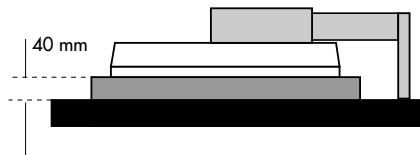

Figure S.1
3. Placez le moniteur la face vers le bas sur une surface non abrasive (placez l'écran sur une plate-forme de 40 mm de manière à ce que le support soit parallèle à la surface) (figure S.1).